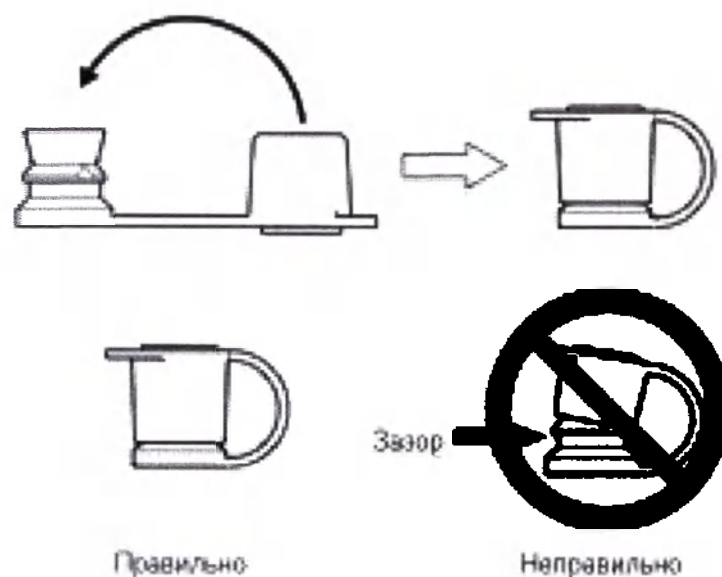

Рис. 7.16
2. Закройте колпачок клапана входного отверстия, как показано на Рис. 7.16.